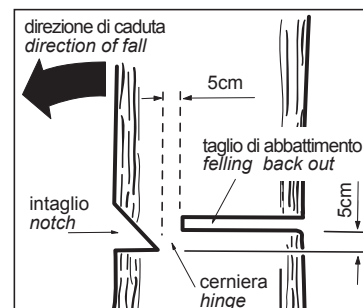

FIG. 1
- Dopo l'intaglio, eseguire il taglio vero e proprio dall'altra parte dell'albero a 5 cm sopra l'altezza dell'intaglio (fig 1).